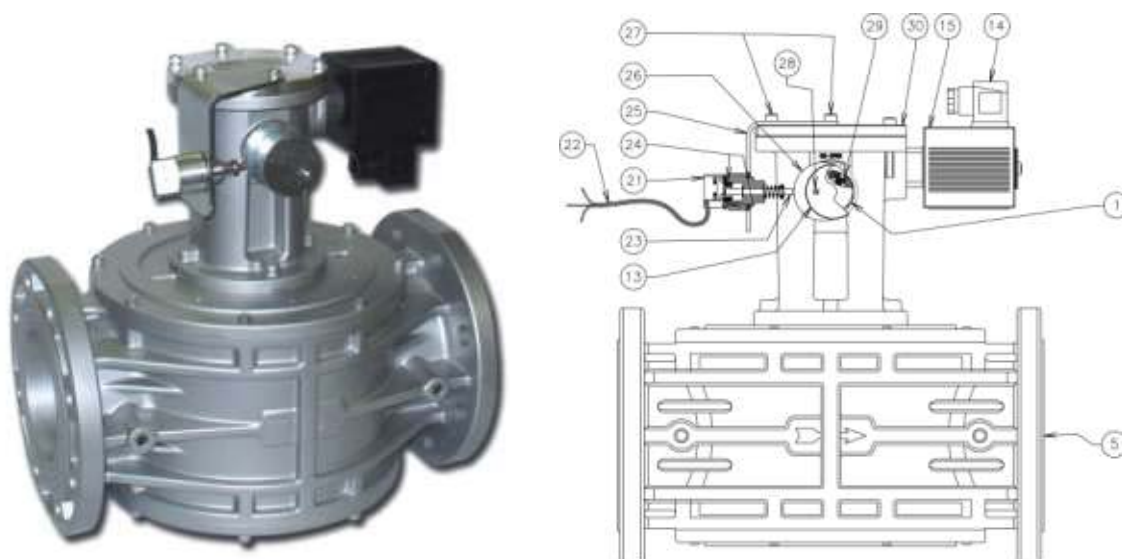

Рис. 7
Если индикаторный переключатель поставляется в комплекте запасных частей, его установка на уже собранный электромагнитный клапан (DN 65 - DN 80 - DN 100 – DN 125 - DN 150 - DN 200 - DN 300) производится в следующем порядке (см. рис. 7) 1. Отвинтите шпильку (29) которая обеспечивает фиксацию рукоятки взвода (1) и извлеките рукоятку.
2. Вставьте эксцентриковое металлическое кольцо (26) и рукоятку взвода (1), поставляемые в комплекте, затем зафиксируйте их с помощью шпильки фиксации (29).
3. Отвинтите два винта (27) с крышки цилиндра (30).
4. Установите кронштейн индикатора (25) на крышку цилиндра (30), как показано на рис. 7, при помощи двух винтов.
5. Для регулировки индикатора (21), установите эксцентриковое металлическое кольцо (26) так, чтобы при закрытом электромагнитном клапане штифт индикатора (23) был нажат.
6. Зафиксируйте в этом положении индикатор (21) используя шпильки крепления индикатора (24).
Клапан (Рис. 7) состоит из: рукоятка взвода (1), корпус клапана (5), колпачок рукоятки взвода (13), электрический коннектор (14), соленоид (15), индикатор положения (21), соединительный кабель (22), штифт индикатора положения (23), шпильки крепления индикатора положения (24), кронштейн для индикатора положения (25), эксцентриковое металлическое кольцо (26), винты фиксации кронштейна для индикатора положения (27), винт фиксации колпачка рычага взвода (28), шпилька фиксации рукоятки взвода (29), крышка цилиндра (30).